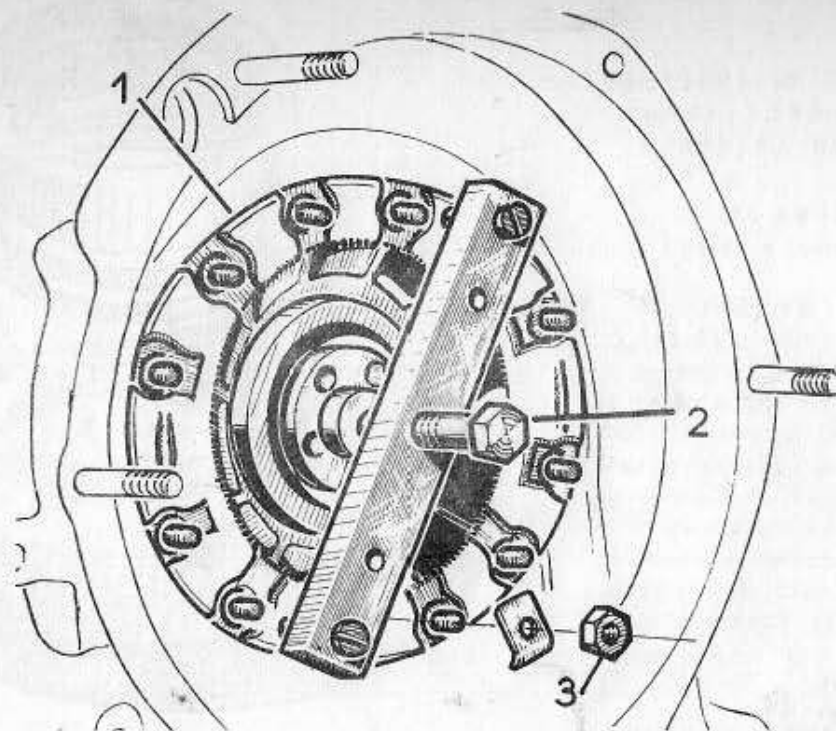

Fig. 77
- Dépose du palier arrière (Fig. 77)
- 6) Chauffer légèrement le palier arrière (50° maxi) et monter l'extracteur Wilmonda DAP sur celui-ci (Fig. 77). Extraire le palier arrière en agissant sur la vis (2).